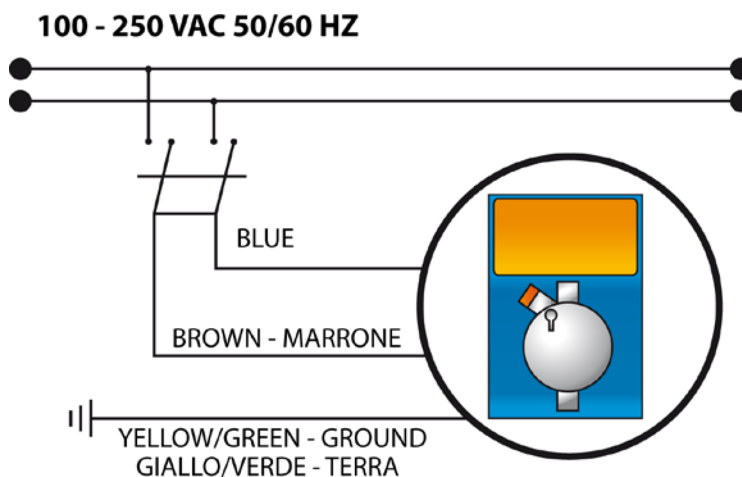

Fig.3 - Conexión eléctrica
- Asegurarse de que la misma esté desactivada eléctricamente (ambas polaridades), desenchufando los conductores de los puntos de contacto de la red, mediante la apertura del interruptor omnipolar, con una distancia mínima entre los contactos de 3 mm (Fig.3).